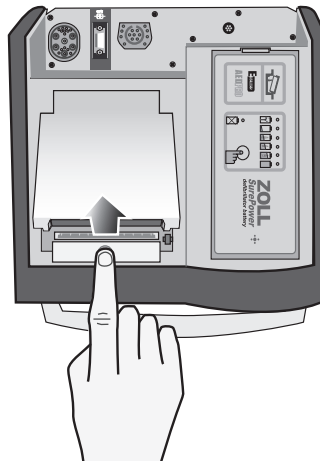

Figure 12-5. Ouverture du volet de l'imprimante
1. Appuyez sur le bouton de déverrouillage pour ouvrir le volet de l'imprimante (voir Figure 12-5), puis retirez le papier le cas échéant.